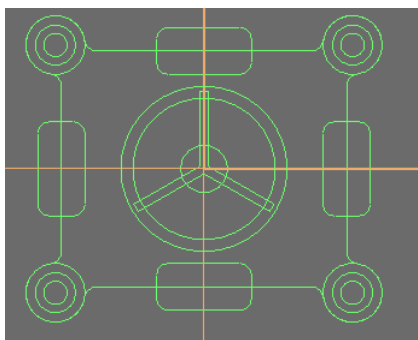

图 7-3 步骤 3)、4) 的建模
3) 设定新的作图深度 Z-10，作  $40 \times 20$ 、 $20 \times 40$ 、圆角半径为 R5 的矩形各 2 处，选择步骤 2) 矩形边的中点为抓点方式，如图 7-3 所示。
4) 以原点为圆心作  $\phi 20$  圆；以  $33 \times 3.6$  作矩形，点的位置选择“中下”，在“转换”菜单单击“旋转”，以原点为抓点方式，将该矩形以复制方式旋转 2 次，角度为  $120^\circ$ ，修剪各处，图形如图 7-3 所示。